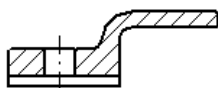

图 10.4.37 标注中心线 3
(4) 参照 (1) ~ (2) 的详细操作步骤, 标注剖视图 A-A 的中心线, 如图 10.4.37 所示。